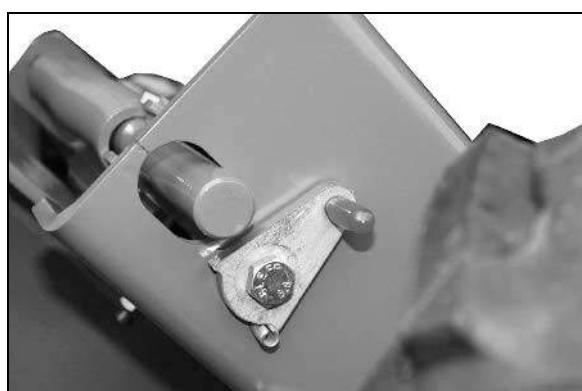

Рис. 22
1. Установите шаровой кран (Рис. 22/1) в положение B.
3. Установите стопорный рычаг соответствующим образом (см. Рис. 22).